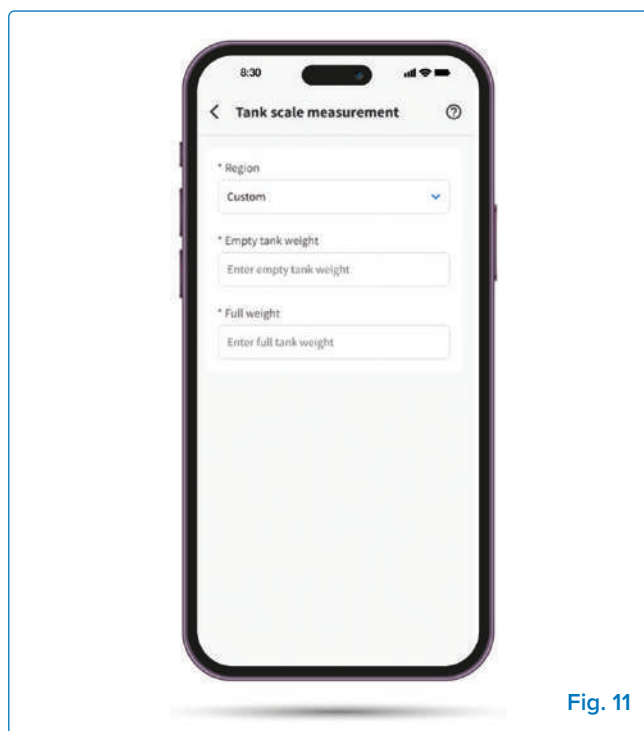

Fig. 11
- » **Tanque personalizado (opcional):** Ingrese el peso de un tanque vacío y lleno para un monitoreo preciso. **Fig. 11.**